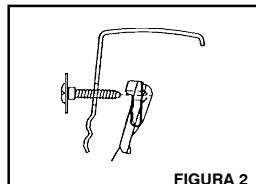

FIGURA 2
3. Coloque el tornillo y el sujetador como se ve en la figura 2.
4. Inserte la punta del tornillo en el clip metálico y gire una o dos vueltas para que se engrese en el clip, **IMPORTANTE:** El clip metálico debe estar flojo y en posición colgando hacia abajo (Vea Figura 2).